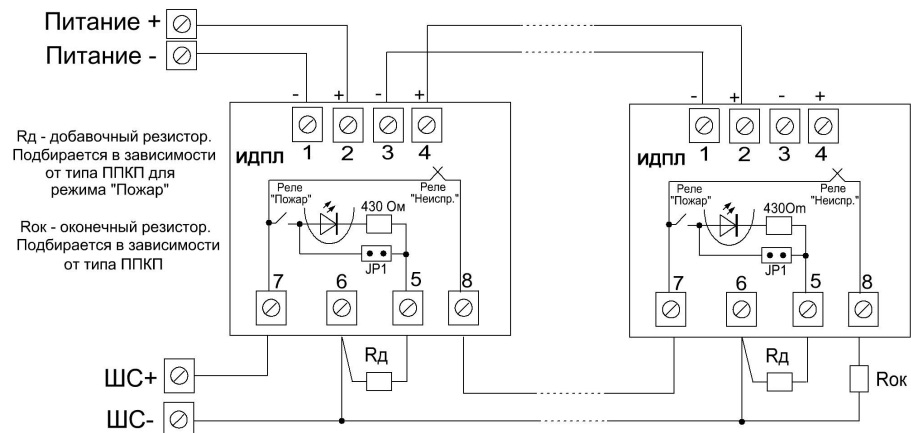

Рис.5 – Схема подключения извещателя «ИДПЛ-101» в режиме активного (дымового) извещателя
**Внимание!** При установленной переключателе JP1 рекомендуется устанавливать добавочное сопротивление  $R_d$  не менее 300 Ом (см. рис. 5).